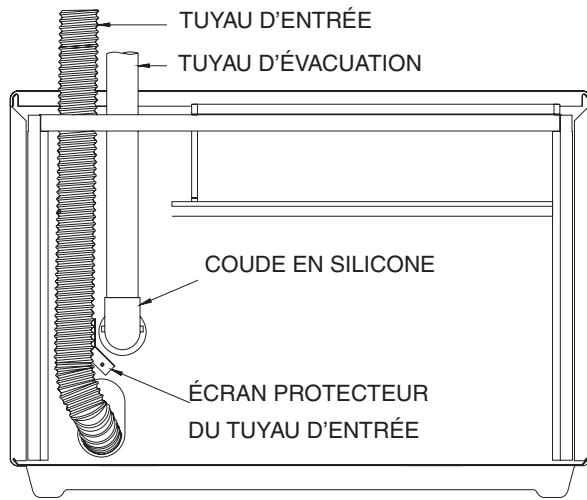

Figure 3
4. L'écran protecteur du tuyau d'entrée est utilisé avec une longueur verticale. Il est attaché à la paroi arrière, à côté du coude. L'écran protecteur empêche le tuyau d'entrée de toucher le coude. Attacher l'écran protecteur à la paroi arrière en utilisant deux vis #10 x 13mm. Voir les Figure 3.